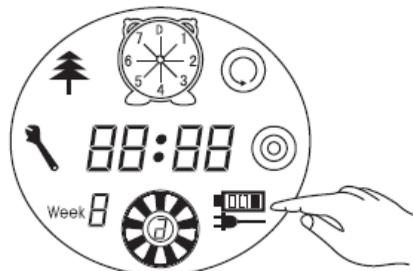
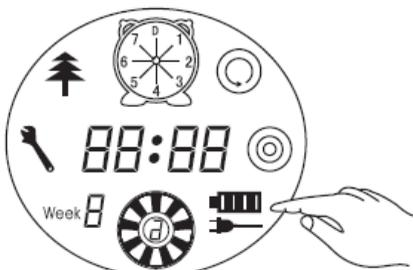

Рис.4
Рис.5
- 6) Когда заряд батареи израсходован, первая черточка на иконке будет мигать, когда мигают вторая и третья черточки, значит происходит зарядка устройства. Черточки перестанут мигать, когда батарея будет полностью заряжена. (См. Рис.4 и Рис.5).